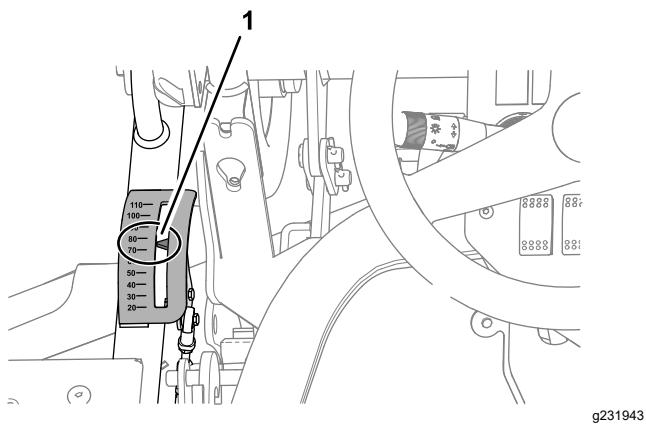

Рисунок 130
- Зайдите сиденье оператора и посмотрите на стрелку индикатора высоты скашивания (Рисунок 130).
- Поверните звено так, чтобы стрелка индикатора высоты скашивания была совмещена с отметкой 75 мм, если смотреть с сиденья оператора (Рисунок 130 и Рисунок 131).